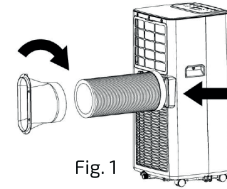

Fig. 1
- Instale el tubo de calor (como se muestra en la imagen 1): atornille el tubo de calor (extremo del tubo de escape) en el orificio de escape del panel trasero.